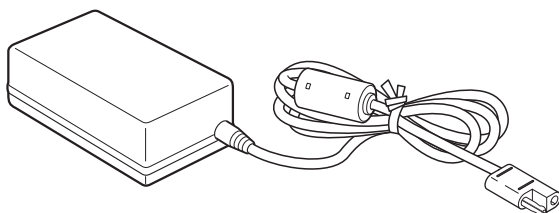

Figura 1-10. Unidad de Alimentación
La unidad de Alimentación (p/n 22-034101-01) carga las baterías internas cuando se encuentra conectada a un tomacorriente puesto a tierra (Figura 1-10 en la página 1-22). Esta unidad convierte la corriente alterna (CA) que se obtiene normalmente de un tomacorriente eléctrico en corriente continua (CC) que se utiliza para cargar las baterías y/o alimentar el receptor.